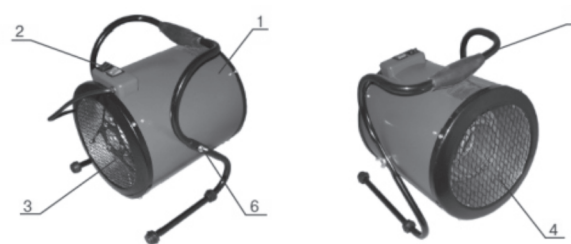

Рис. 1 Тепловентилятор
5.1 Схема тепловентилятора представлена на рис. 1.
5.3 Несущая конструкция тепловентилятора (см. рис. 1) состоит из кожухов наружного (1) и внутреннего, изготовленных из листовой стали и имеющих цилиндрическую форму. Во внутреннем кожухе размещены вентилятор и трубчатые электронагревательные элементы. Снаружи внутреннего кожуха расположен корпус блока управления (2). Кожух наружный, закрытый входной (3) и выходной (4) решетками, винтами устанавливается в подставку (5) и имеет возможность поворота в вертикальной плоскости. Угол поворота фиксируется гайками (6). Вентилятор всасывает воздух через отверстия входной решетки. Воздушный поток, втянутый вентилятором в корпус, проходя между петлями трубчатых электронагревательных элементов, нагревается и подается в помещение через отверстия выходной решетки.
5.5 Электрическая схема тепловентилятора представлена на рис. 1 Приложения.